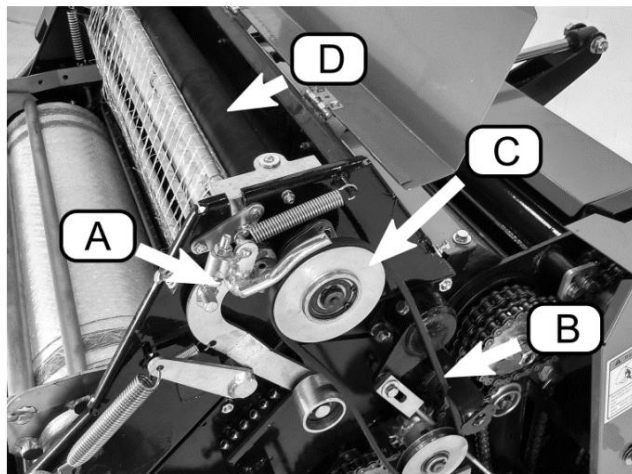

Figura 12 Partea stângă sus a preseii de balotat
La începerea procesului de înfășurare a balotului, frâna (Figura 12, A) este eliberată din cureaua (B), iar scripetele (C) rotește rola (D) care avansează plasa. Mai multe detalii despre procesul de înfășurare se găsesc în Secțiunea 4.2.2, Baloarea.